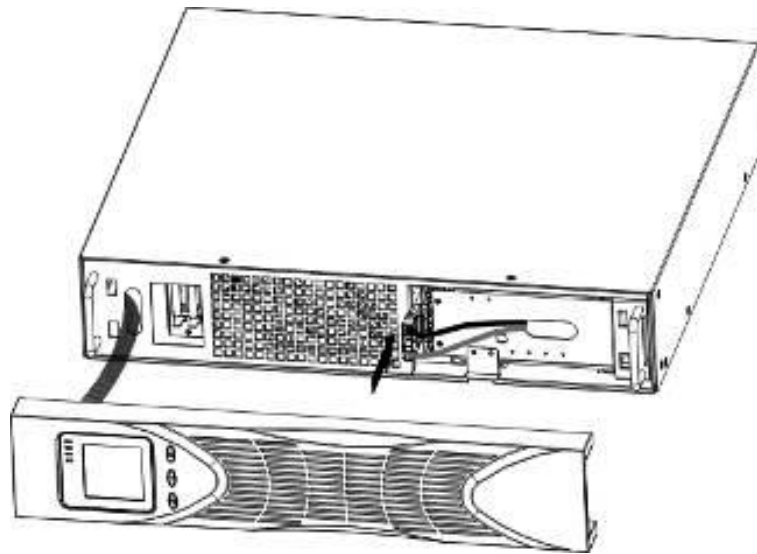

Abbildung 6
- b) Schließen Sie den internen Batteriestecker an (siehe Abbildung 6) Verbinden Sie Rot mit Rot und drücken Sie den Stecker fest, um eine ordnungsgemäße Verbindung zu